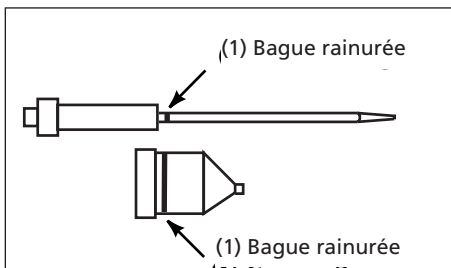

Figure 2 - Nécessaire d'aiguille et buse pour matériel mince
2. L'aiguille et l'embout pour matériel peu épais ont une rainure circulaire, comme montré à la figure 2.
6. Installer le montage d'aiguille/buse convenable au matériel utilisé (Figures 2, 3 & 4).